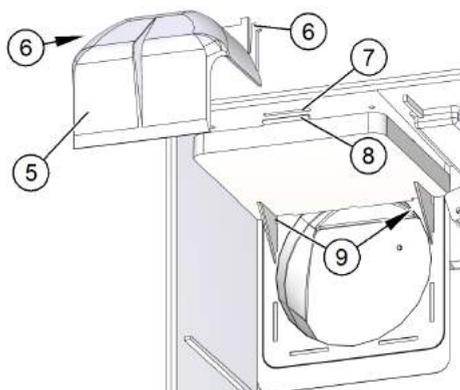

Рис. 27: переоборудование U в U-H – часть 2
- При переоборудовании U в U-H, дополнительно понадобится дефлектор V-II (поз. 5 на рис. 27), арт. номер 2506-00, который необходимо заказывать отдельно.
- ▶ При необходимости, поверните обратный клапан (поз. 4 на рис. 27) с держателем клапана в правильное положение (см. разделы 8.3.2 и 8.3.3).
- ▶ Вставьте держатель клапана с вытяжным патрубком в отверстие на задней стенке корпуса (см. рис. 27).
- ▶ Вставьте носик (поз. 8 на рис. 27) затворной пластины в паз (поз. 7 на рис. 27) корпуса и защелкните затворную пластину наверх.
- ▶ Вставьте носики (поз. 6 на рис. 27) дефлектора (поз. 5 на рис. 27) в пазы (поз. 9 на рис. 27) на затворной пластине.